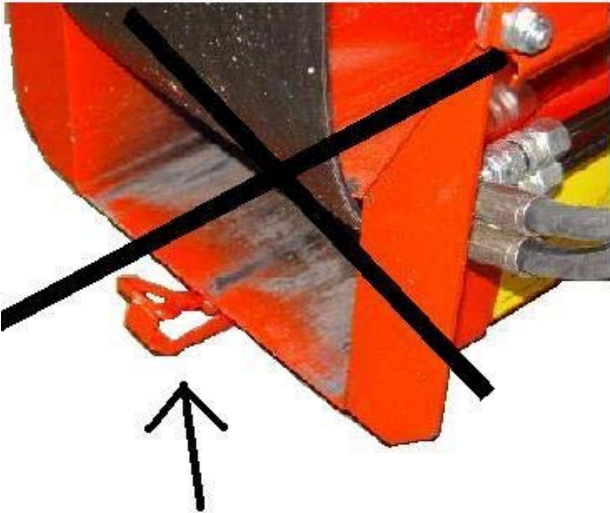

Bild 714
7.1-4 Kontrollera att låsspaken för utmatningstransportörens förlängningsdel inte har vikts åt fel håll. Om spaken ligger framför, lyft upp utmatningstransportören med vinschen något och vik in spaken, Bild 714.